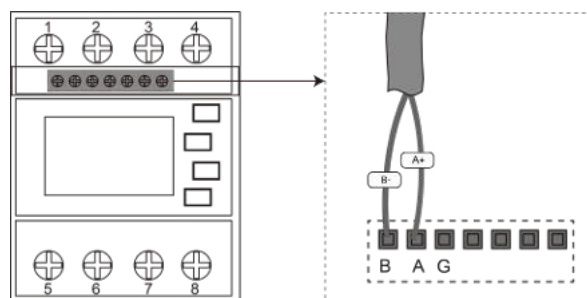

Abb. 41. RS485-Kabel für Anschluss an Smart-Meter
1. Isolieren Sie das andere Ende des Netzkabels ab und Befestigen Sie den Kupferdraht an der entsprechenden Klemme am Smart-Meter. [\times PH0 \approx 0,7 Nm]. (siehe Abb. 41).